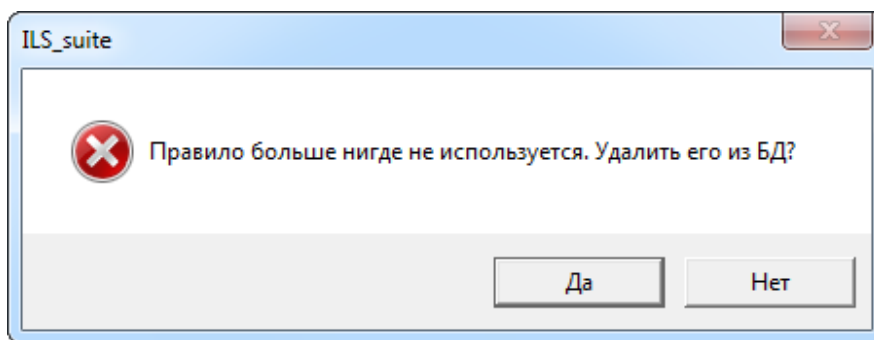

Рис. 13-58 – Информационное сообщение перед удалением правила
- 3) В том случае, если правило используется только в данном базисе, выводится диалоговое окно, представленное на рис. 13-58.